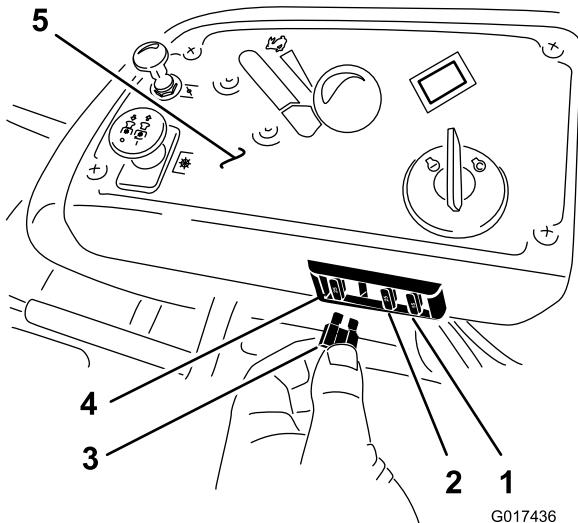

図 50
1. ヒューズは運転席右側のコンソールの中にあります図 50。
3. 新しいヒューズを取り付ける図 50。